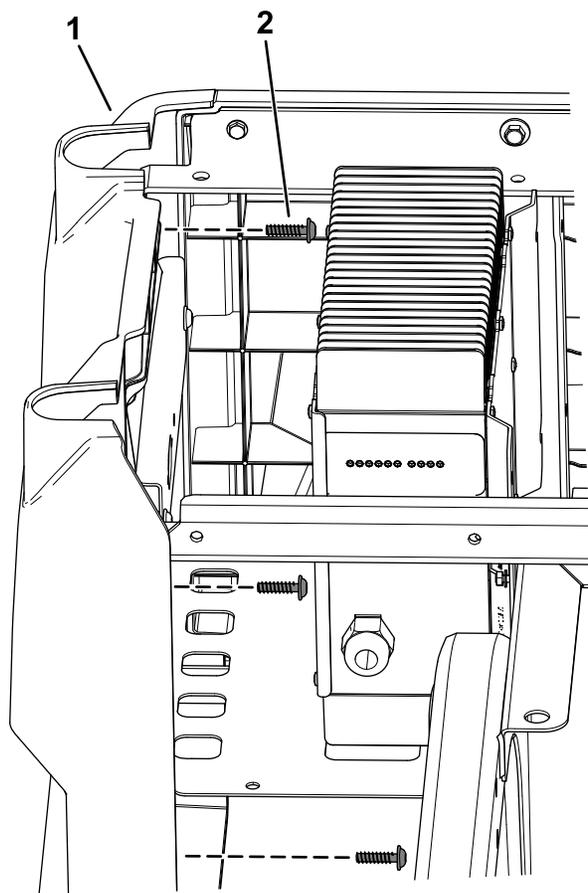

Figure 7
3. Utilisez une clé à douille T30 pour retirer les 4 vis Torx (M6,0 x 22 mm) du panneau latéral gauche et déposez ce dernier (Figure 7).